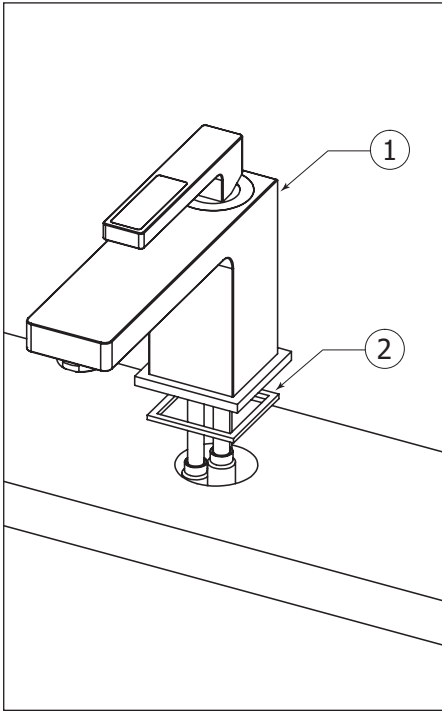

Fig.1
Place the rubber ring (2) against the faucet body. Insert the faucet (1) into the hole (Ø 1-3/8") of the basin or countertop as shown (fig. 1).
Placez la bague en caoutchouc (2) contre le bec. Insérer le robinet (1) dans le trou (Ø 1-3/8") du lavabo ou du comptoir tel qu'illustré (Fig. 1).